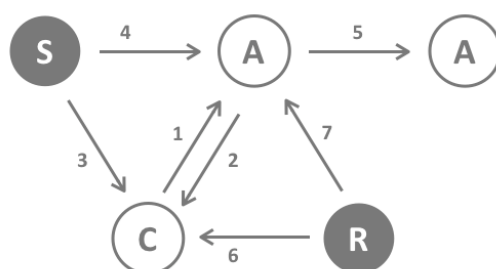

Рис. 4. Структура сети Z-wave
Z-Wave разделяет устройства на Контроллеры (Controllers) и Дочерние (Slaves). Дочерние обычно являются датчиками (S) или исполнительными устройствами (реле, диммерами и т.п.) (A), способными исполнять некоторые действия с оборудованием (рис. 4). Контроллеры бывают статическими, питающимися от электросети, (C) (часто исполнены в виде роутера) или портативными, питающимися от батареек, пультами дистанционного управления (R). Такое разделение приводит к следующим возможным вариантам взаимодействия устройств в сети Z-Wave.
Контроллер может быть первичным и вторичным. Первичным может быть только один контроллер в сети, он управляет сетью и обеспечивает включение/исключение устройств. Контроллеры в виде пультов, имеют дополнительную функцию — управление с помощью кнопок. Все остальные контроллеры в сети не могут управлять сетью, не могут включать/исключать устройство, но могут управлять устройствами, они называются вторичными контроллерами. Рисунок 4 показывает, что датчики не могут общаться с контроллером-пультом на батарейках, они общаются только со статическим контроллером подключенным к сети 220 В.